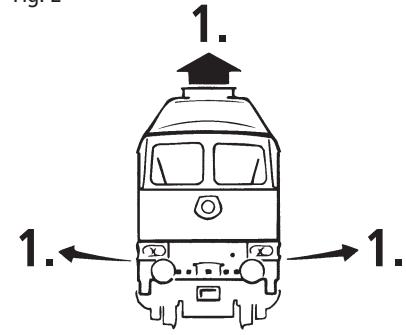

Fig. 3
**1. Reinigung der Radstromkontakte:** Radstromkontakte können auf unsauberen Schienen leicht verschmutzen. Entfernen Sie **vorsichtig** mit einem kleinen Pinsel **den Schmutz** an den in Fig. 3 gekennzeichneten Stellen.
**1. Cleaning of wheel contacts:** Wheel contacts easily get dirty on tracks which are not entirely clean. Use a small brush to **remove dirt** from spots marked in fig. 3.
**1. Nettoyage des lames de courant aux roues:** Les lames de contacts risquent de s'encaisser rapidement sur des voies poussiéreuses. Veuillez **enlever la poussière** aux endroits marqués à la fig. 3 à l'aide d'un petit pinceau souple.